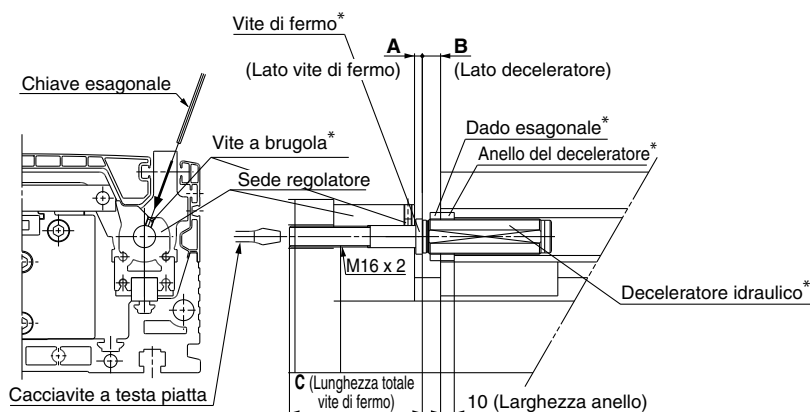

Fig. 1 Dettaglio della sezione di regolazione della corsa
1. Come illustrato nella Fig. 1, per regolare la vite di fermo entro il campo di regolazione A, inserire una chiave inglese esagonale dall'alto per allentare la vite a esagono incassato di circa un giro, quindi regolare la vite di fermo con un cacciavite a testa piatta.
● L'unità di regolazione della corsa è composta dai componenti contrassegnati da un segno * nella Fig. 1.